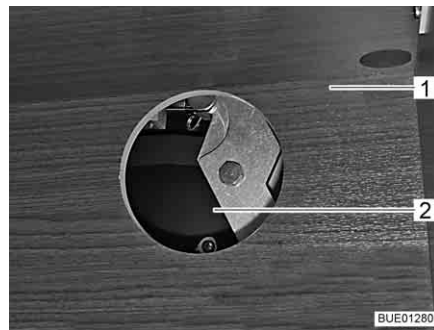

Fig. 116 Accesso all'azionamento
- Aprire l'anta del pensile (Fig. 116,1) secondo lo specifico modello, quindi rimuovere il coperchio dell'apertura di accesso (Fig. 116,2).